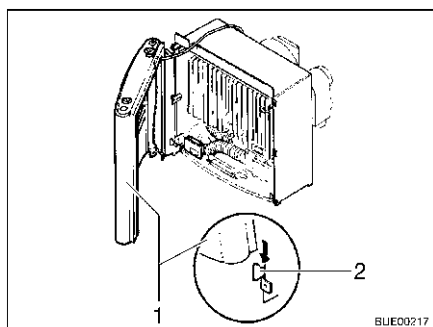

Fig. 127 Habillage du chauffage, pattes de retenue
- Monter l'habillage du chauffage. Pour ce faire placer l'habillage (Fig. 127,1) sur les pattes de retenue inférieures (Fig. 127,2).